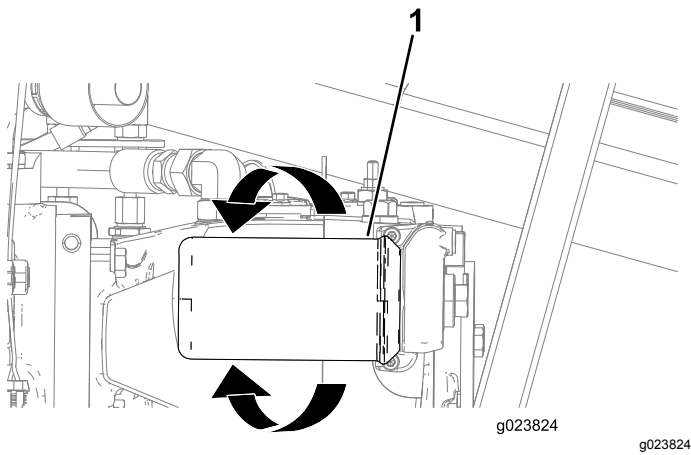

Figure 126
3. Placez un bac de vidange ou plusieurs chiffons sous le filtre de charge (Figure 126).
4. Tournez le filtre de charge dans le sens antihoraire et déposez-le (Figure 126).
6. Placez le filtre de charge devant son siège et tournez-le dans le sens horaire jusqu'à ce que le joint touche l'adaptateur (Figure 126).